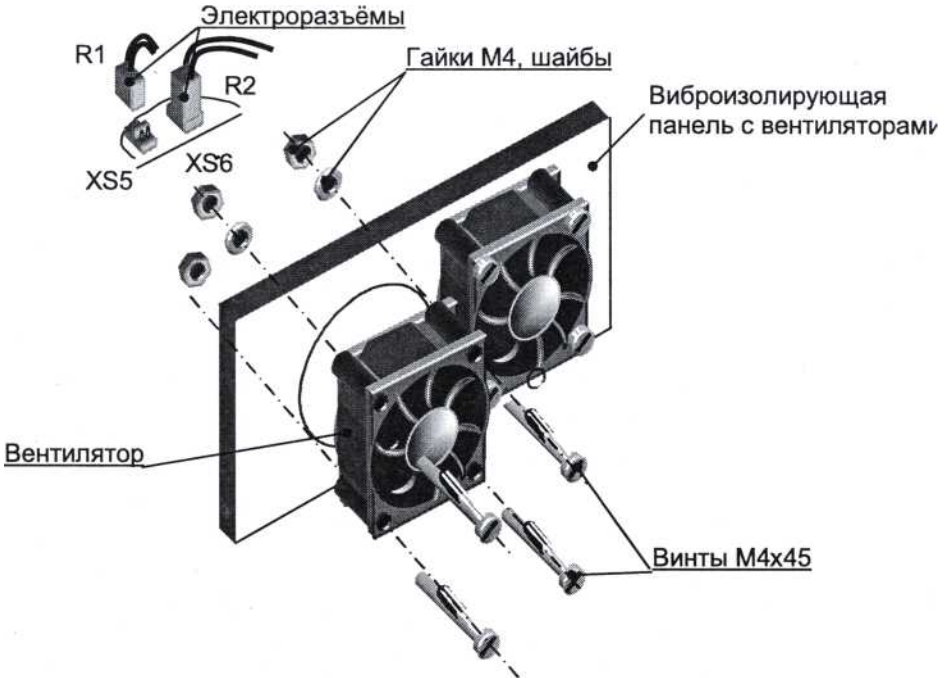

Рис. 2
**7.3. Для замены вентилятора** выполнить следующее (см. рис. 2):